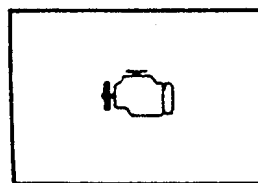

图 1-12 故障指示灯
(9) 机油油位低指示灯。该车发动机装备了机油油位监测装置。该装置只在点火开关接通到发动机起动之间的短暂间隔内监测油位, 发动机运转时不进行监测。油位检测是在发动机熄火一段时间, 待机油流回到机油盘以后才进行的。当点火开关接通后, 机油油位低 (LOW OIL) 指示灯将短暂发亮, 如果此灯未短暂发亮, 应及时检修机油油位低传感器使其恢复警告作用。如果指示灯持续发亮, 需将车停在平坦地面上, 使发动机熄火一段时间后, 检查机油油位, 并及时添加机油。
(10) 立即更换机油指示灯。在发动机起动后, 立即更换机油 (CHANGE OIL SOON) 指示灯将短暂地亮起, 以检查灯泡是否正常, 如果灯不亮, 应予维修。如果发动机起动后, 立即更换机油指示灯发亮后不灭, 则提示驾驶员需立即更换发动机机油。
(11) 故障指示灯 (图 1-12)。该车电脑控制系统能自动监测燃油、点火及排放控制系统的工作, 确保排放达到环保要求。如果立即检修发动机 (SERVICE ENGINE SOON) 灯亮起, 同时伴有钟声, 表明出现故障, 需要进行维修, 以避免出现更严重的损坏。同时, 该系统还能帮助维修人员进行故障诊断。